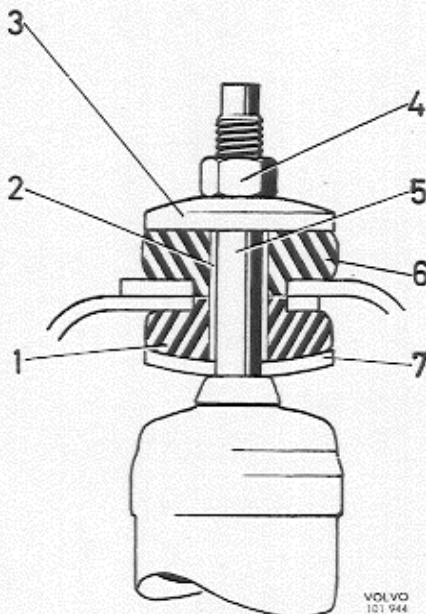

Abb. 7 Obere Befestigung, vorderer Stoßdämpfer
3. Untere Scheibe und Gummibuchse der oberen Stoßdämpferbefestigung kontrollieren (1 und 7, Abb. 7). Stoßdämpfer einführen und festschrauben.
Die obere Befestigung des vorderen Stoßdämpfers (Abb. 7) besteht aus einer Spindel (5), die mit Gummibuchsen (1 und 6), Scheiben (3 und 7) und einer Distanzhülse in einem Gehäuse im Vorderachsträger befestigt ist.
1. Obere Mutter (4, Abb. 7), Scheibe (3) und Gummibuchse (6) entfernen.